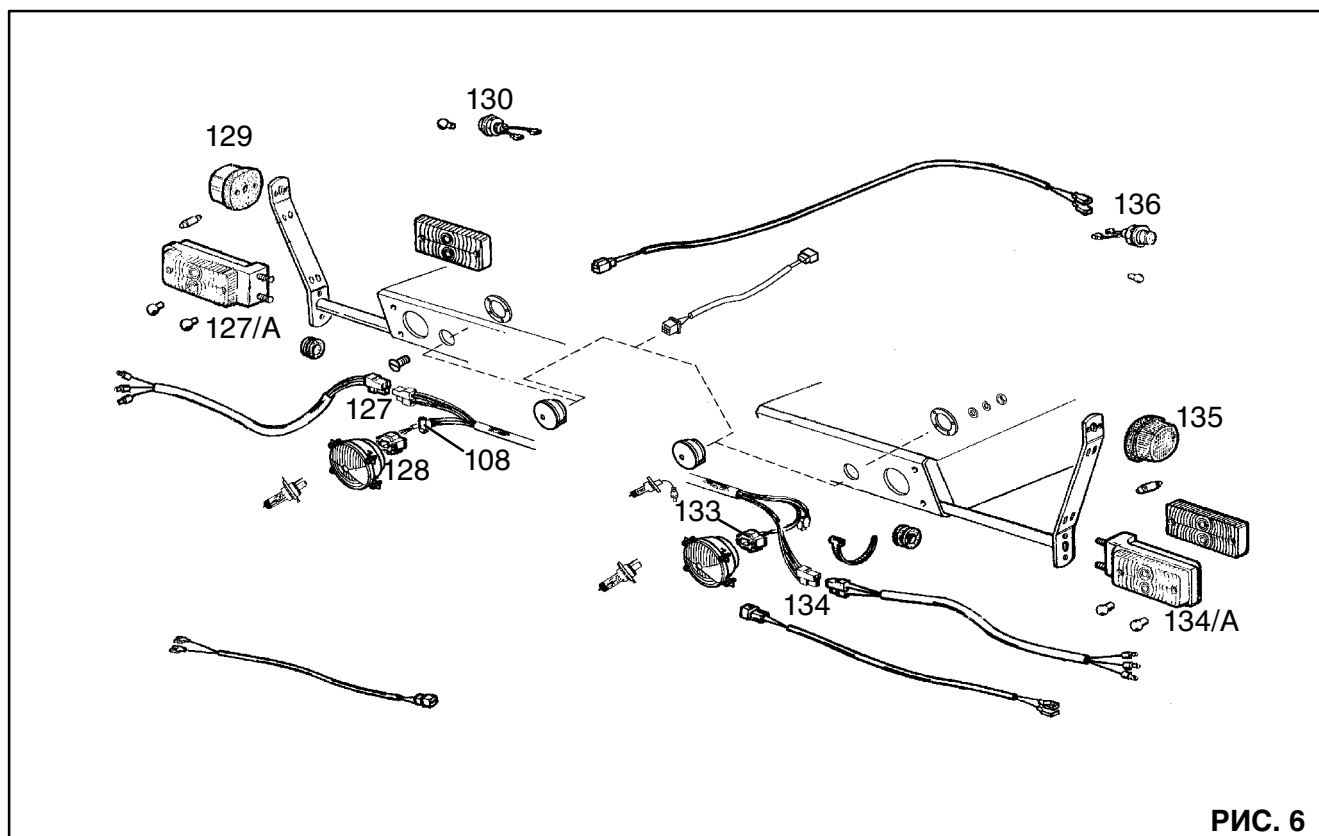

РИС. 6
**ПЕРЕДНИЕ ФАРЫ - Рис. 6**
- P. См. розетки № 127-128-133-134 (Рис. 6)